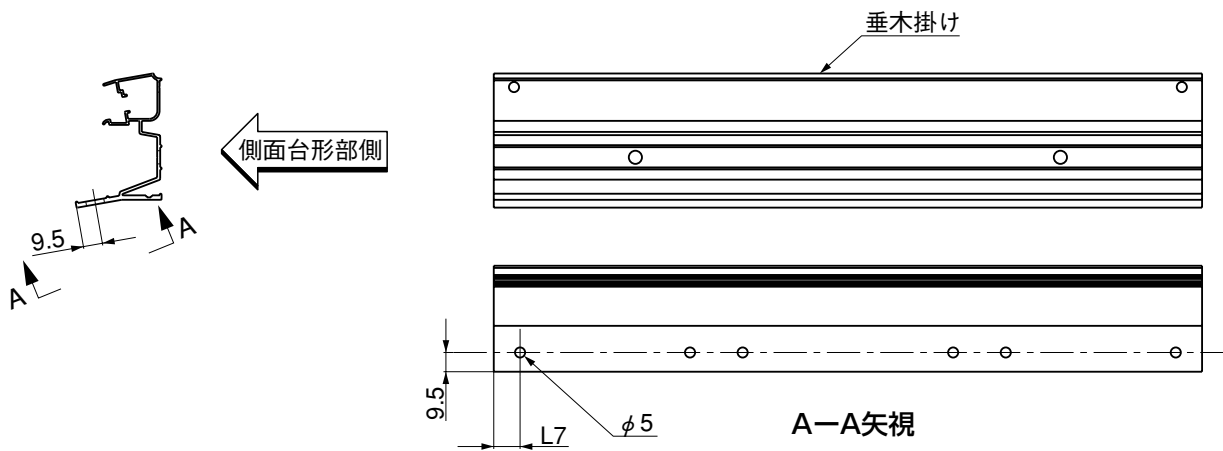

図6-1 垂木掛け加工図
① 図6-1と表6-1にしたがって、垂木掛けにφ5の穴をあけてください。